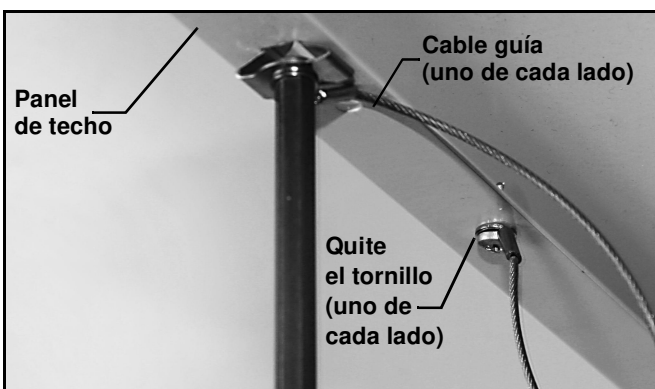

Figura 5
1. Quite y guarde los tornillos que sujetan los cables guía al panel de techo. (Consulte la Figura 5).